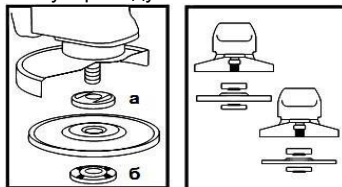

Рисунок 2
4.4 Встановіть на виріб шліфувальний або відрізний круг. Для цього натисніть на кнопку фіксації шпинделя (1) і поверніть його до такого положення, при якому він зафіксується. За допомогою фланцевого ключа з комплекту виробу відверніть і зніміть затискну гайку (б) (дивіться рисунок 2). Встановіть шліфувальний диск на посадкове місце фланцевої шайби (а) (рисунок 2), наживіть рукою затискну гайку на шпиндель і затягніть її ключем з комплекту приладу.